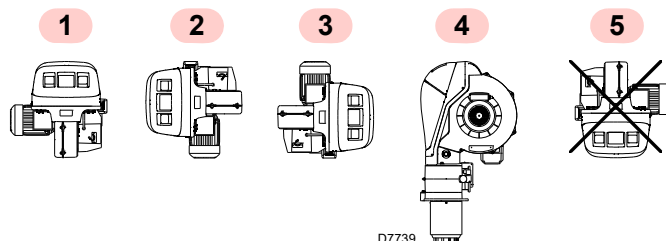

Рис. 14
- Горелка предназначена исключительно для функционирования в положениях 1, 2, 3 и 4 (Рис. 14).